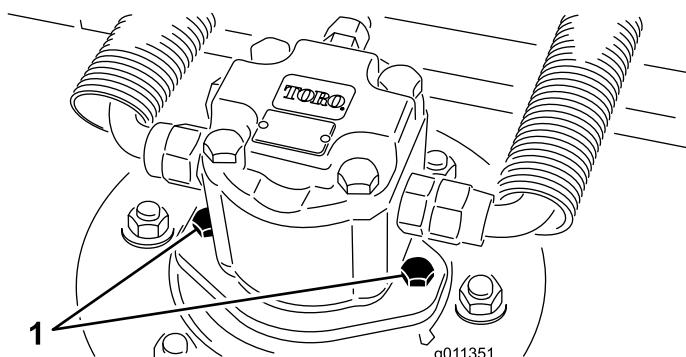

Рисунок 61
- Отсоедините и снимите гидроцилиндр с деки (Рисунок 61). Накройте верхнюю часть шпинделя для предотвращения загрязнения.
- Установите гидроцилиндр на деку (Рисунок 61). Убедитесь в том, что уплотнительное кольцо находится в штатном положении и не повреждено.